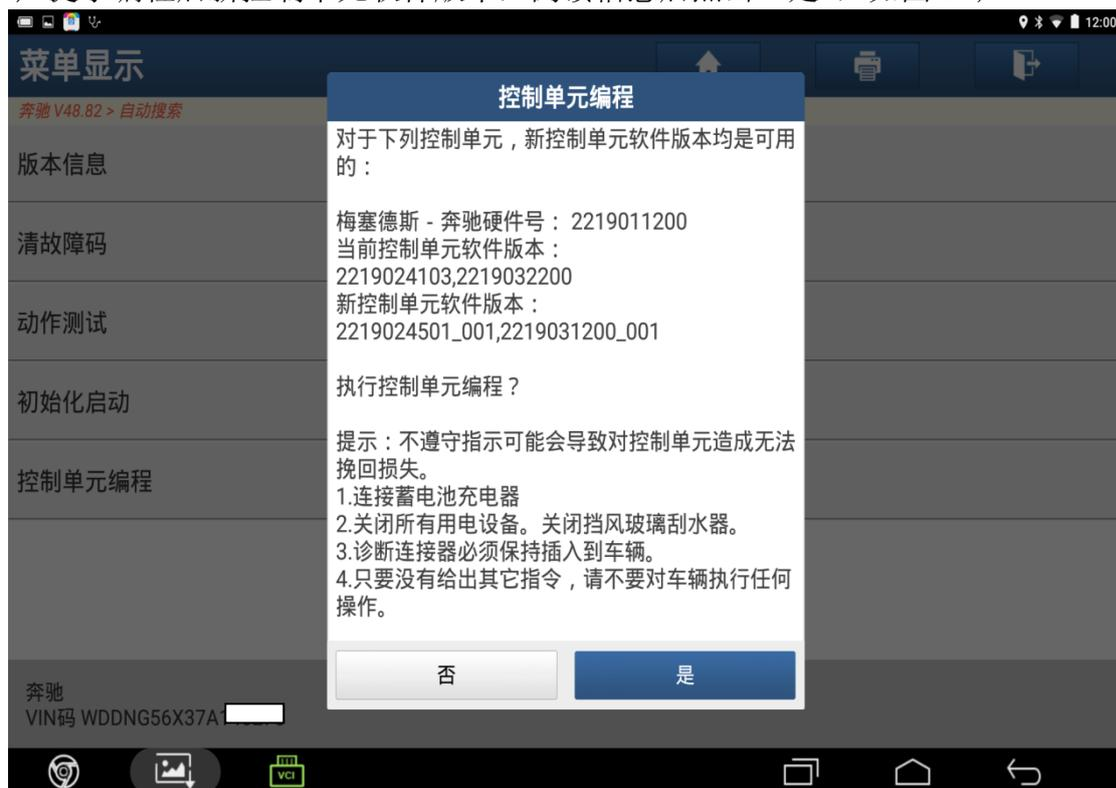

图 17
17). 提示编程后新控制单元软件版本，阅读信息后点击“是”，如图 17；